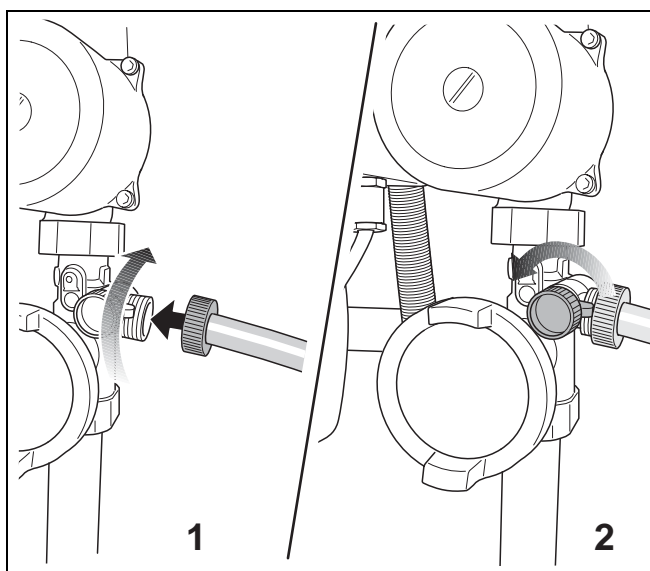

Fig. 11 Racordați furtunul / Deschideți robinetul de umplere și de golire
- Racordați furtunul la robinetul de umplere și de golire (Fig. 11, **poz. 1**).
- Deschideți robinetul de umplere și de golire (Fig. 11, **poz. 2**).